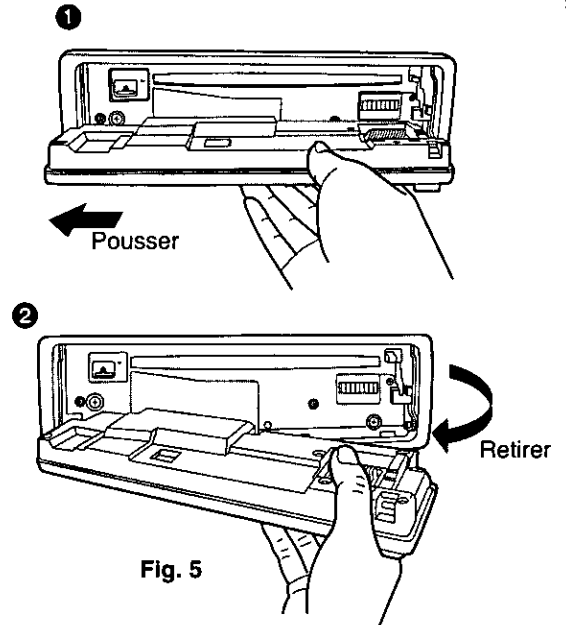

Fig. 5
- ③ Pousser le panneau avant vers la droite ou la gauche et l'enlever en le tirant vers soi. (⇒ Fig. 5)